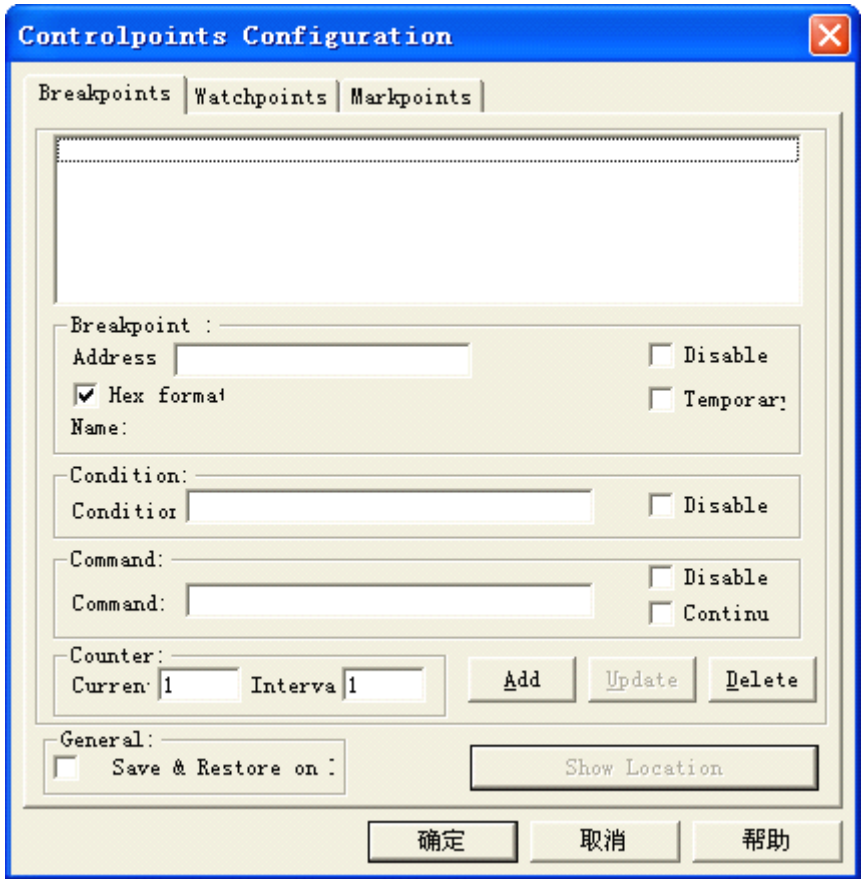

图 1-24 控制点设置窗口
- 菜单 “Run> Control Points”，打开控制点设置窗口，可以根据程序条是需要设置相应的断点、观察点、标志点等，如图 1-24 所示；